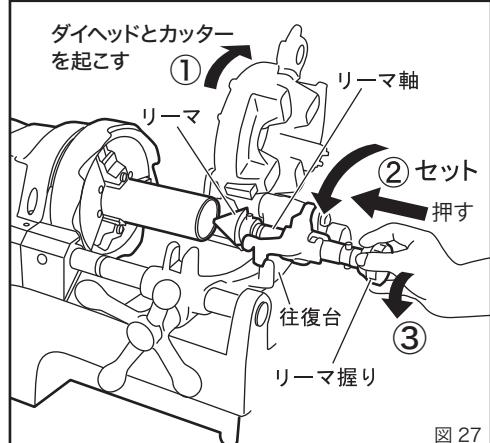

図 27
①使用しないダイヘッドとカッターを起こしてください。(図 27)
②リーマを往復台にセットしてからリーマ握りを押して、リーマを突きだします。(図 27)
③リーマ握りを反時計方向に回してホルダーにセットします。(図 27)